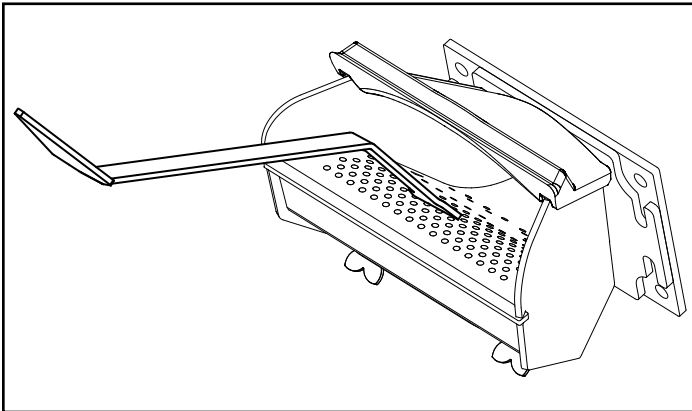

Figure 2.1
- À l'aide de gants résistant aux flammes, raclez vigoureusement la surface perforée supérieure et les côtés du pot de combustion jusqu'au tube de la tarière, assurez-vous de vous concentrer dans le col du pot de combustion. Figure 2.1.